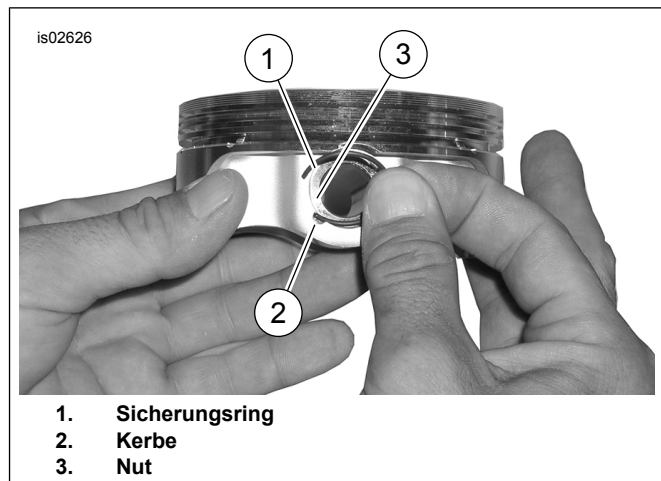

Abbildung 3. Sicherungsring und Kolben
1. Siehe Abbildung 3 >. Das offene Ende des Sicherungsrings (1) in die Kerbe (2) der umlaufenden Nut (3) des Kolbenbolzenvorsprungs so einsetzen, dass sich die Öffnung beim Einbau entweder in der 12-Uhr-Position oder in 6-Uhr-Position befindet.